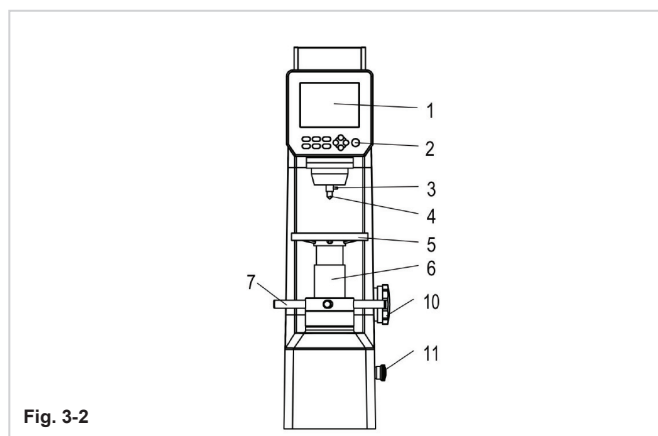

Fig. 3-2
3.4.2 Estrarre il gruppo di pesi dal kit degli accessori e pulirli accuratamente. Ruotare la manopola di selezione del carico (10) fino a raggiungere la posizione numero 588, quindi afferrare l'asta di sospensione (16) dalla copertura posteriore e inserirla nel foro del peso A (20) e stringere il dado M10 (21) nella parte terminale dell'asta di sospensione. Agganciare l'asta di sospensione all'asola nella parte terminale della leva (15). Successivamente, posizionare separatamente il peso B (19) e il peso C (18) sui due telai a forcella (17). A questo punto, ruotare la manopola di selezione del carico in senso orario compiendo un intero giro, quindi assicurarsi che i perni rotondi presenti su entrambi i lati del peso siano correttamente posizionati nella scanalatura del telaio a forcella. I pesi non dovrebbero toccare la parete interna del corpo dello strumento (vedere Fig. 3-2, 3-3).
**5.3.2** Spingere l'indentatore (4) nel foro del mandrino principale vicino al piano di supporto e fare in modo che il piano scavato dell'impugnatura dell'indentatore sia rivolto verso la vite. Avvitare leggermente la vite di fissaggio dell'indentatore (3), quindi posizionare il blocco di durezza sul **tavolo di prova (5)**, vedere Fig 3-2.